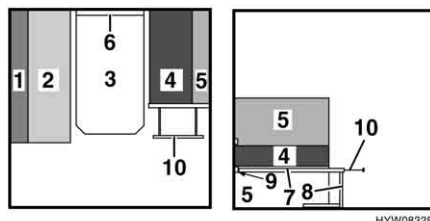

Fig. 31 Durante la trasformazione
- Introdurre il piano del tavolo (Fig. 31,3) nella guida di supporto inferiore (Fig. 31,9) con un angolo di 45° e deporlo sul pavimento con il piede del tavolo ribaltato (Fig. 31,8).
- Estrarre la prolunga del cassone letto (Fig. 31,10).